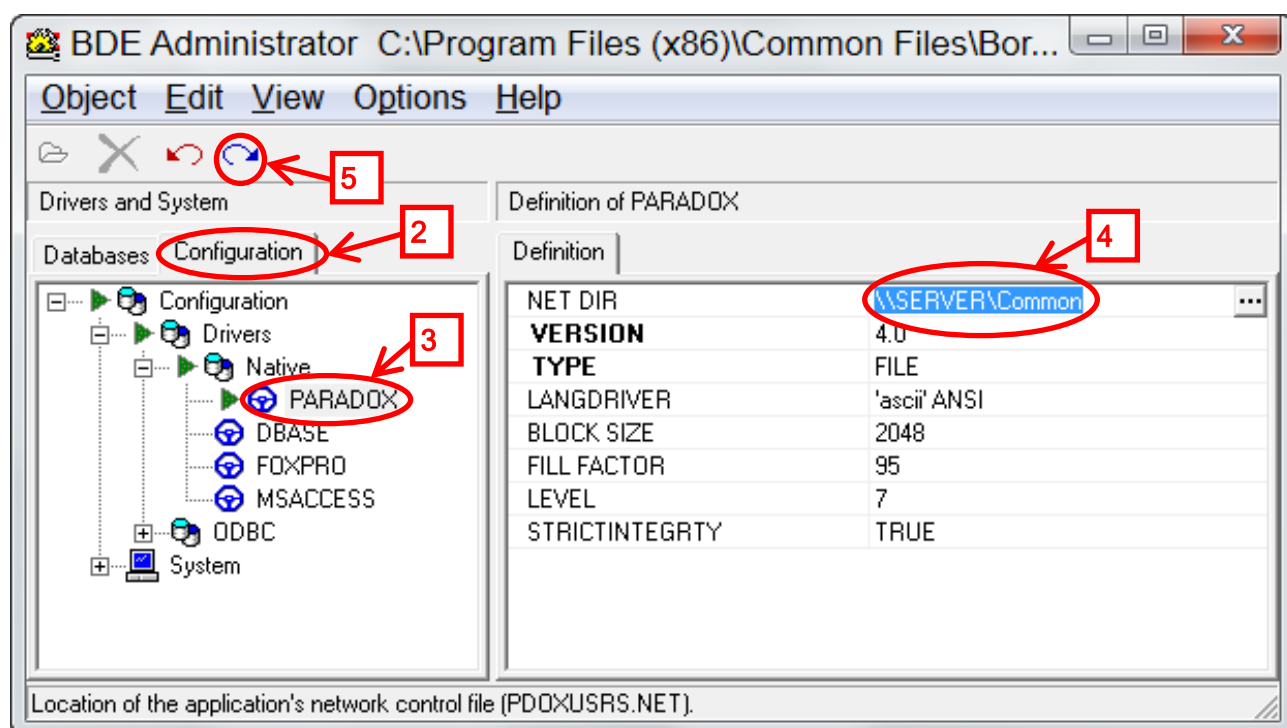

Рис. 6. Окно настройки BDE
Откроется окно, показанное на рис. 6.
4. В правой части окна на вкладке “Definition” ввести в поле “NET DIR” или выбрать с помощью диалога имя папки, расположенной на одном из компьютеров локальной сети (в этой папке будет автоматически создан файл PDOXUSRS.NET). На рис. 6 для поля “NET DIR” введено значение “\\SERVER\Common”, означающее, что на компьютере с именем “SERVER” выбрана папка “Common”.